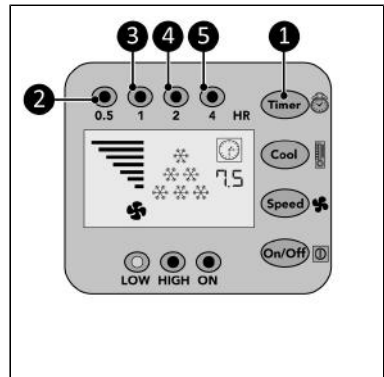

Abbildung 47.
(Abbildung 47, Pos. 1) wiederholt, um den Countdown-Timer zu starten von:
- 0,5 Stunden: Die 0,5-Stunden-Anzeige (Abbildung 47, Pos. 2) leuchtet auf;
- 1 Stunden: Die 1-Stunden-Anzeige (Abbildung 47, Pos. 3) leuchtet auf;
- 2 Stunden: Die 2-Stunden-Anzeige (Abbildung 47, Pos. 4) leuchtet auf;
- 4 Stunden: Die 4-Stunden-Anzeige (Abbildung 47, Pos. 5) leuchtet auf;
- 7,5 Stunden: Die 0,5-Stunden-Anzeige, die 1-Stunden-Anzeige, die 2-Stunden-Anzeige und die 4-Stunden-Anzeige (Abbildung 47, Pos. 2, 3, 4 und 5) leuchten auf.